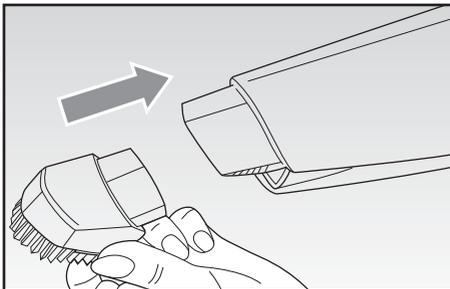
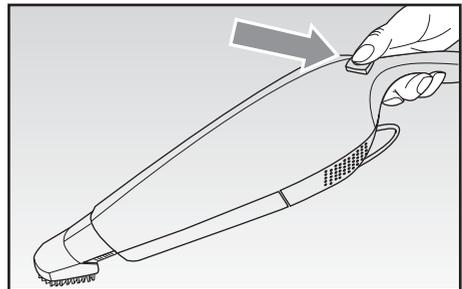

Abb. 8
Abb. 9
- Am Ende des Staubbehälters (F) das gewünschte Zubehörteil anbringen (Abb. 8). Die Einschalt-Taste (B) drücken und den Sauger an seinem Griff halten (Abb. 9).